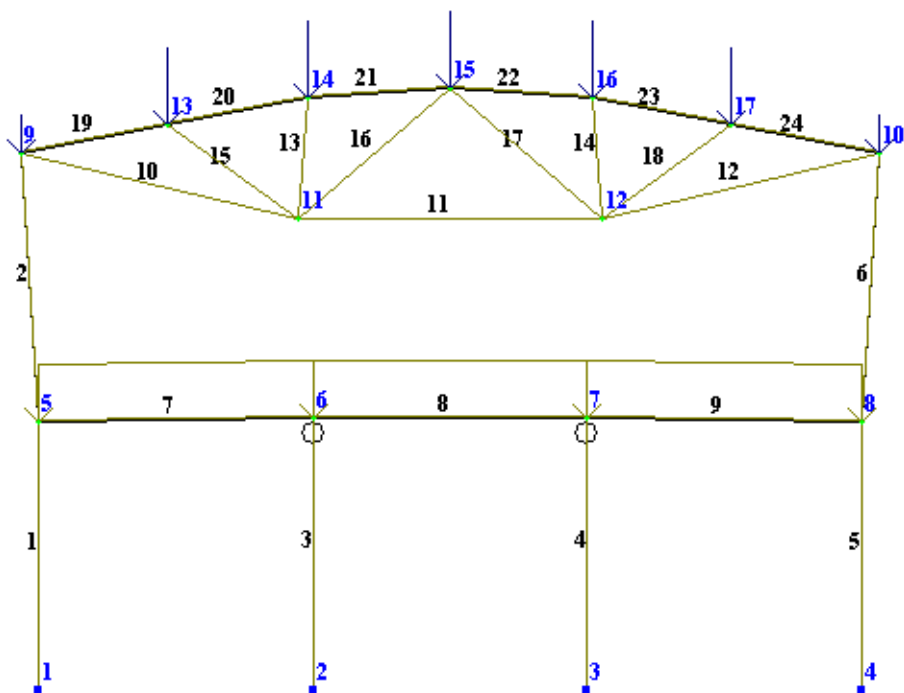

Рис. 3.34. Розрахункова схема з урахуванням переміщень вузлів
- В режимі перегляду результатів розрахунку за умовчанням розрахункова схема відображується з урахування переміщень вузлів (рис. 3.34). Для відображення схеми без урахування переміщень вузлів, натисніть на кнопку  – **Вихідна схема** (панель **Деформації** на вкладці **Аналіз**).